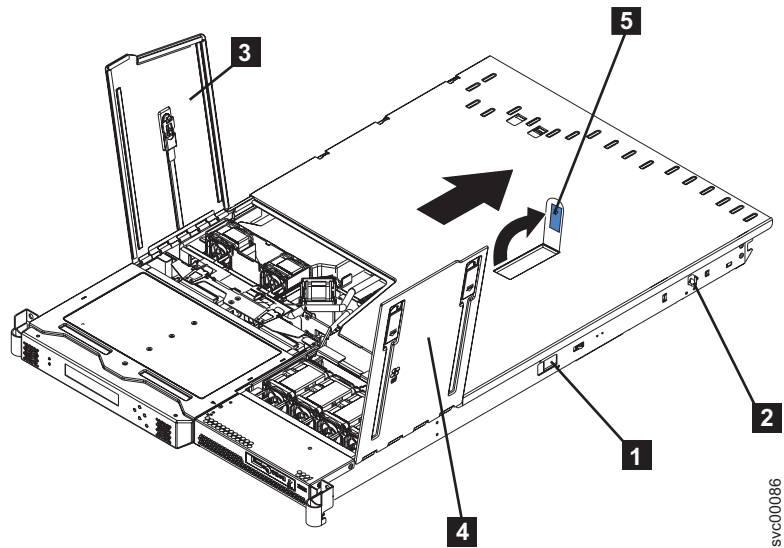

図 45. ファン・ドアを開いた状態の SAN ボリューム・コントローラー 2145-8F2
- b. 両方のサイド・リリース・ラッチ (左と右) を SAN ボリューム・コントローラー 2145-8F2 の前方に向かってスライドさせます。両方のレール・ロック・ピン **2** が垂直位置にあることを確認して、SAN ボリューム・コントローラー 2145-8F2 を引き出し、ラックから取り外します。図 45 を参照してください。